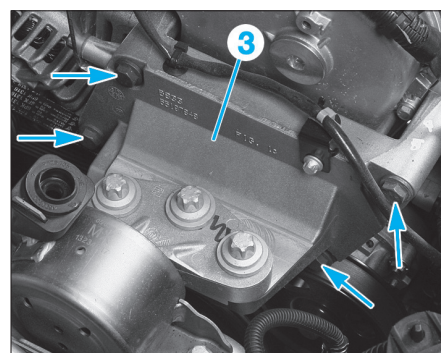

Fig. 5
- Déposer le support de silentbloc (3) (Fig.5).